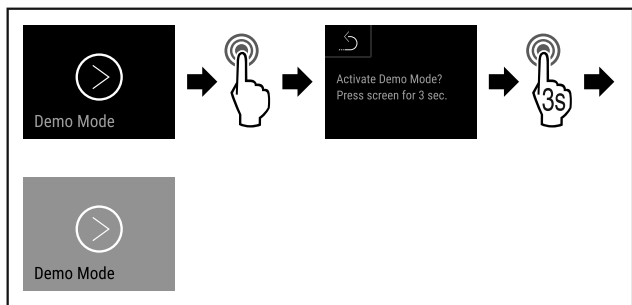

Fig. 159
- ▶ Eseguire i passi (vedere Fig. 159) .